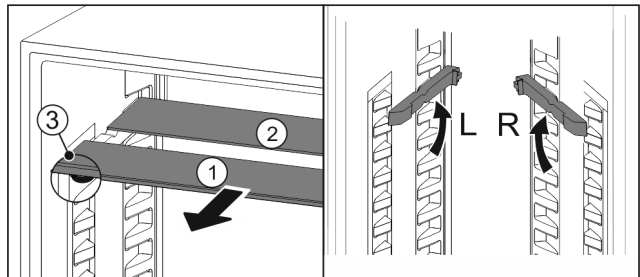

Fig. 61
- ▶ Glasplaten afzonderlijk vanaf de voorkant eruit trekken Fig. 61 (1).
- ▷ Glasplaat Fig. 61 (1) met sierlijst ligt voor.
- ▷ Stops Fig. 61 (3) zijn naar onder gericht.